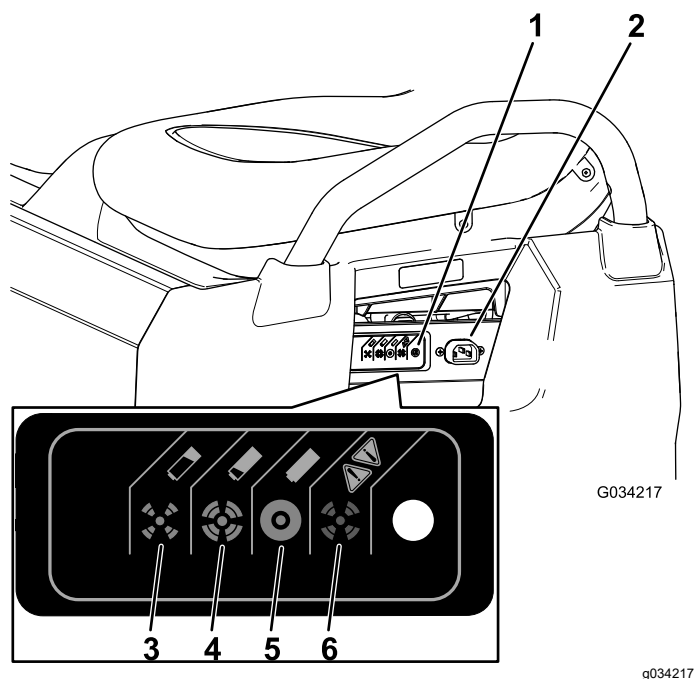

Figure 37
3. Branchez un cordon de chargeur de **calibre 16 (ou de plus gros diamètre), de 2,5 m (8,2 pi) ou plus court** à la prise de charge de la machine (Figure 37).
Reportez-vous au tableau suivant et à la Figure 37 pour connaître la signification des différentes couleurs du voyant d'état du chargeur.